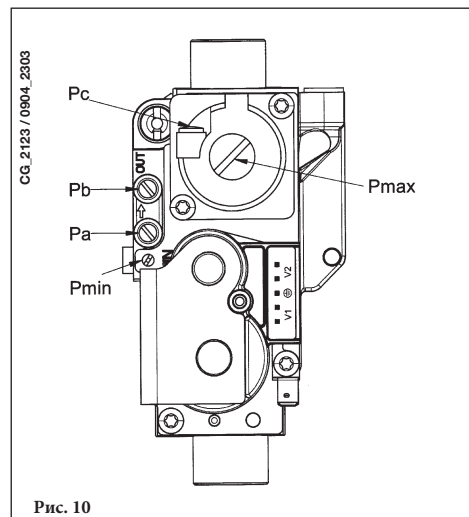

Рис. 10
- Подключите положительный вход дифференциального манометра, предпочтительно жидкостного, к точке измерения давления (Pb) газового клапана (Рисунок 10). Подключите, только для моделей с закрытой камерой, отрицательный вход этого же манометра к специальному тройнику, позволяющему соединить между собой компенсационную точку котла, компенсационную точку газового клапана (Pc) и сам манометр. (Аналогичное измерение можно выполнить, подсоединив манометр к точке измерения давления (Pb) и без передней панели закрытой камеры);
- Отрегулировать винт "Pмакс/Pмин" (рисунок 10) до получения величины давления, указанной в Таблице 1.